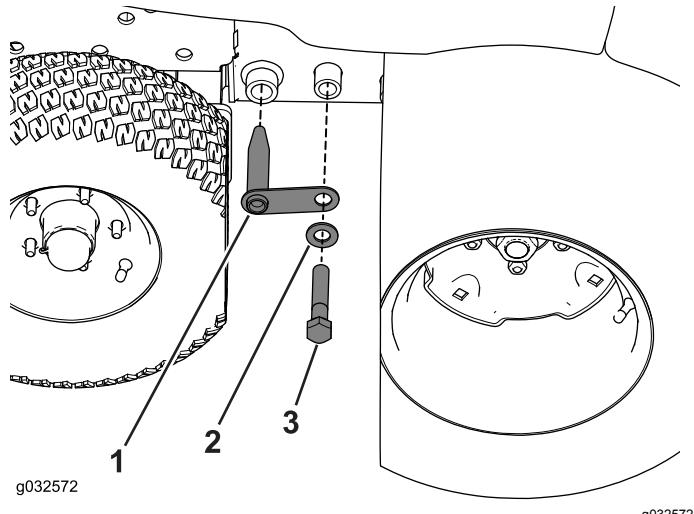

図 69
4. カップラリンク、ボルト $\frac{3}{4}'' \times 4''$ 、ワッシャを使って、冬用フレームを機体フレームに固定する図 69。